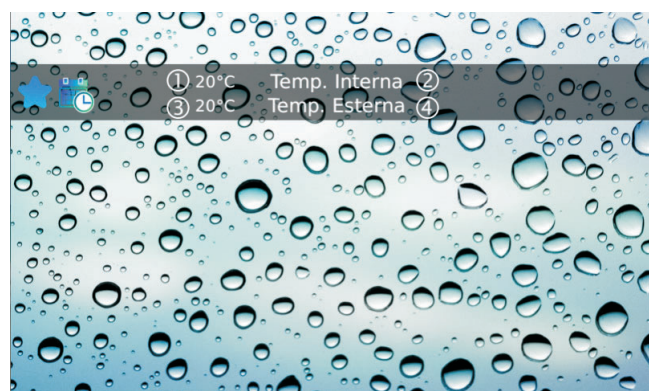

Figura 19 Visualizzazione della temperatura sulla tastiera Touch.
Rilevatore Temperatura Interna La tastiera touch può visualizzare la temperatura misurata dai rilevatori via radio da interno, dotati di questa funzione, come mostrato in Figura 19 (1): per maggiori informazioni, leggere il manuale utente.
Etichetta Temperatura Interna Inserire un'etichetta per l'identificazione della temperatura misurata dal rilevatore selezionato nell'opzione **Rilevatore Temperatura Interna**. L'etichetta inserita in questa opzione viene mostrata sulla schermata principale della tastiera touch, vicino alla temperatura misurata dal rilevatore selezionato nell'opzione **Rilevatore Temperatura Interna**, come mostrato in Figura 19 (4).
cino alla temperatura misurata dal rilevatore selezionato nell'opzione **Rilevatore Temperatura Interna**, come mostrato in Figura 19 (2).
Rilevatore Temperatura Esterna La tastiera touch può visualizzare la temperatura misurata dai rilevatori via radio da esterno, dotati di questa funzione, come mostrato in Figura 19 (3): per maggiori informazioni, leggere il manuale utente.
Etichetta Temperatura Esterna Inserire un'etichetta per l'identificazione della temperatura misurata dal rilevatore selezionato nell'opzione **Rilevatore Temperatura Esterna**. L'etichetta inserita in questa opzione viene mostrata sulla schermata principale della tastiera touch, vicino alla temperatura misurata dal rilevatore selezionato nell'opzione **Rilevatore Temperatura Esterna**, come mostrato in Figura 19 (4).